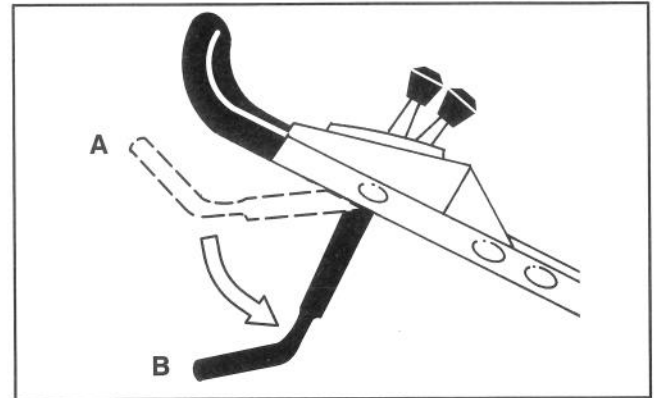

Figure 15
7. Placez la barre de commande sur sa position la plus basse (Fig. 15, position B).
3. Abaissez la barre de commande jusqu'à sa position la plus basse (Fig. 15).